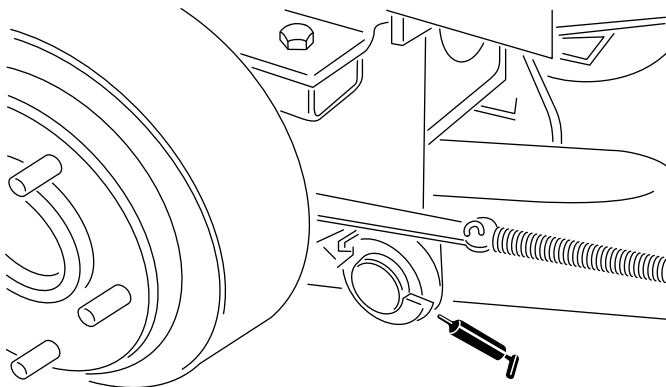

Figure 18
- Pivots de bras de relevage arrière (2) (Figure 18)